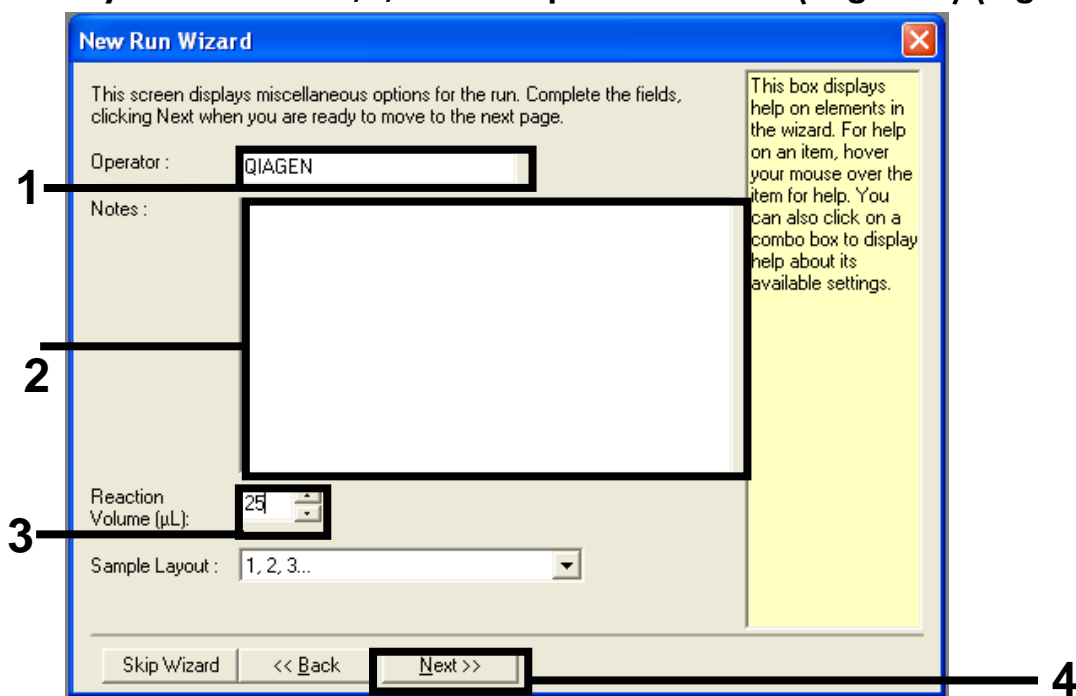

Figura 2. Definição dos parâmetros gerais de ensaio.
5. Introduza o nome do operador. Adicione as notas que desejar e introduza 25 no volume de reacção. Certifique-se de que **“Sample Layout”** indica **“1,2,3...”**. Clique em **“Next”** (Seguinte) (Figura 2).